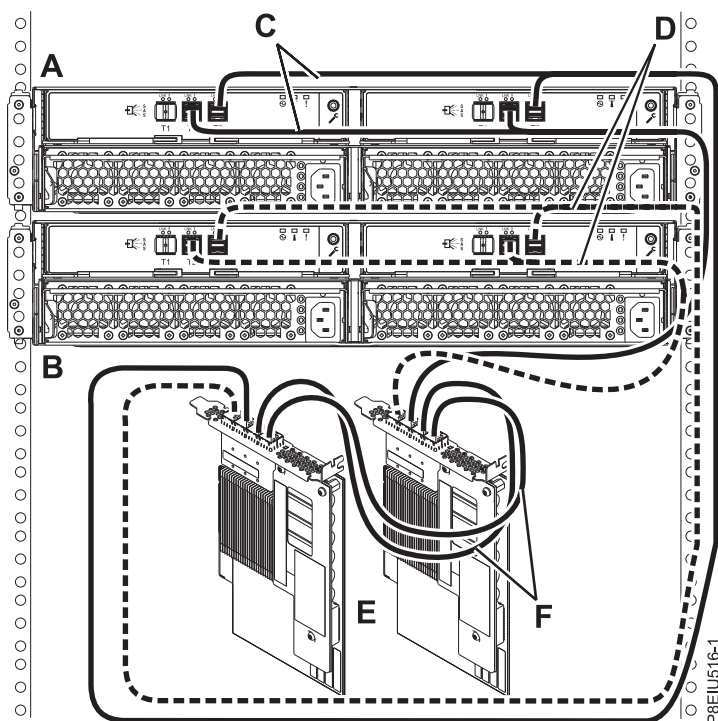

図 16. AA ケーブル付きの 1 対の FC EJ0L SAS アダプター・ペアまたは FC EJ14 SAS アダプター・ペアへの YO12 ケーブルを使用した、2 台の ESLL ストレージ・エンクロージャーまたは ESLS ストレージ・エンクロージャーのモード 1 接続
16. 19 ページの図 16 に示すように、AA ケーブル (F) 付きの FC EJ0L SAS アダプター・ペアまたは FC EJ14 SAS アダプター・ペア (E) への YO12 ケーブル (C と D) を使用した、2 台のエンクロージャー (A と B) のモード 1 接続を行います。その後、23 ページの『ケーブルと電源コードの接続およびカバーの取り付け』に進みます。